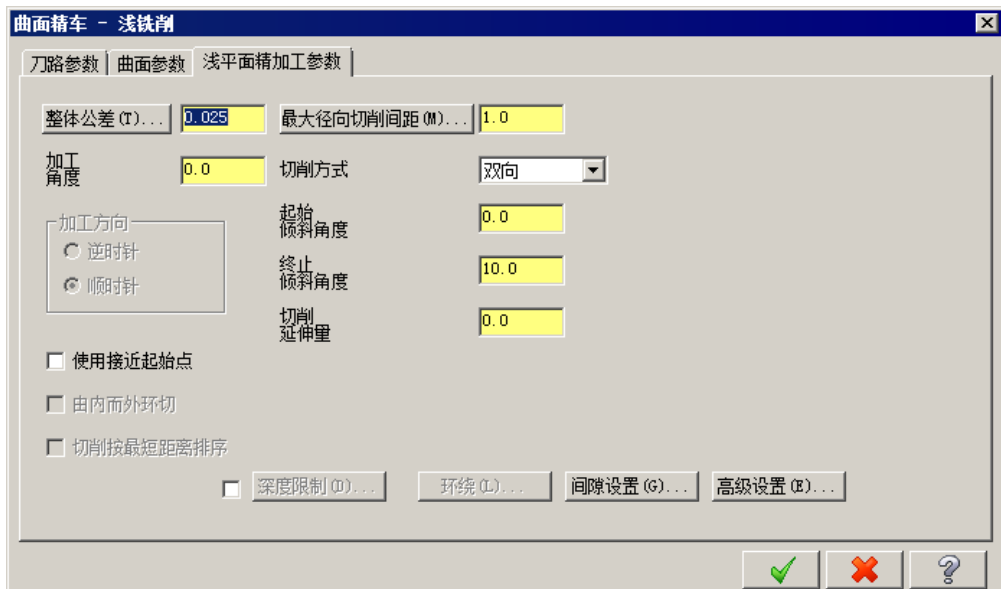
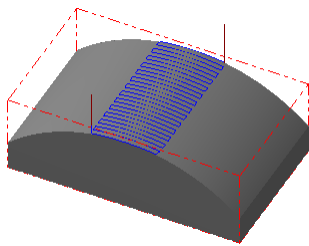

图 6.9.4 “浅平面精加工参数”选项卡
图 6.9.5 工件加工刀路
(1) 在“曲面精车-浅铣削”对话框中单击 **浅平面精加工参数** 选项卡，如图 6.9.4 所示。
(2) 设置切削方式。在 **浅平面精加工参数** 选项卡的 **最大径向切削间距 (M)...** 文本框中输入值 1.0，在 **切削方式** 下拉列表中选择 **双向** 选项。
(3) 完成参数设置。对话框中的其他参数设置保持系统默认设置，单击“曲面精车-浅铣削”对话框中的 **✓** 按钮，同时在图形区生成图 6.9.5 所示的刀路轨迹。
(1) 在“操作管理”中单击上一步创建好的刀路节点，系统弹出“刀路模拟”对话框及“刀路模拟控制”操控板。
(2) 在“刀路模拟控制”操控板中单击  按钮，系统将开始对刀具路径进行模拟，结果与图 6.9.5 所示的刀具路径相同，在“刀路模拟”对话框中单击  按钮。